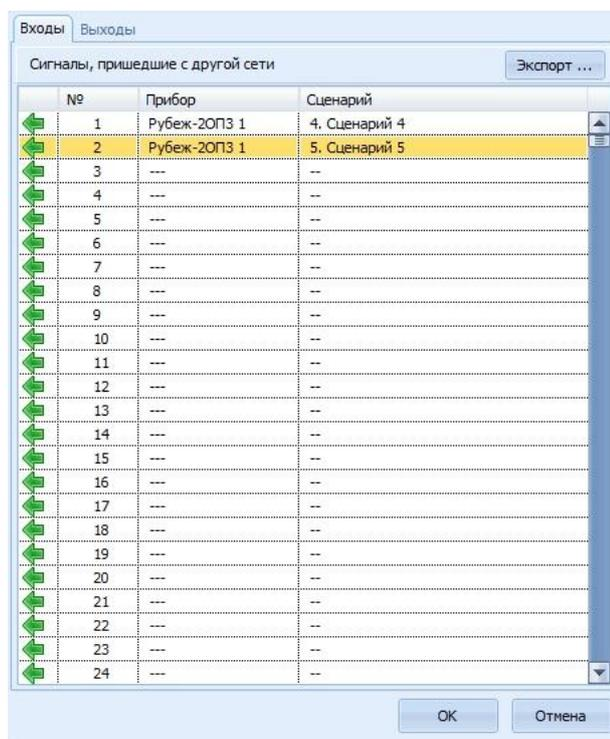

Рисунок 4.27 Окно «Свойства МС-Ш», закладка Входы
- 3) В открывшемся окне под закладкой **Входы** привязать добавленные исполнительные сценарии к направлениям МС-Ш. Для этого нужно с помощью двойного щелчка мыши в строке направления открыть окно «Выбор сценария», выделить нужный сценарий и нажать **ОК** (Рисунок 4.27).